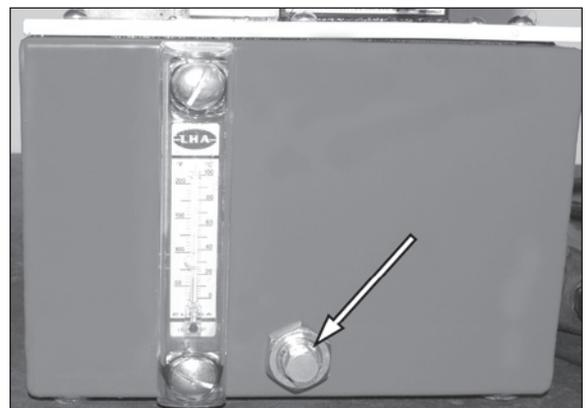

Figure 51.
1. Voir Figure 51. Enlevez le bouchon de vidange et videz le liquide du réservoir.